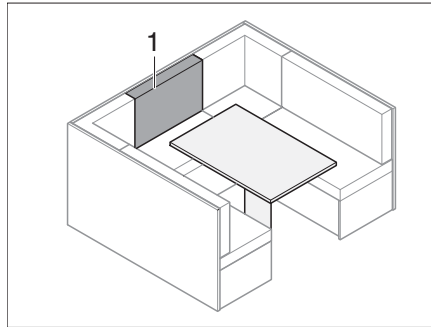

Bild 172 Före ombyggnaden
- Lägg ryggdynan (Bild 172,1) framför extradynan på bordet.